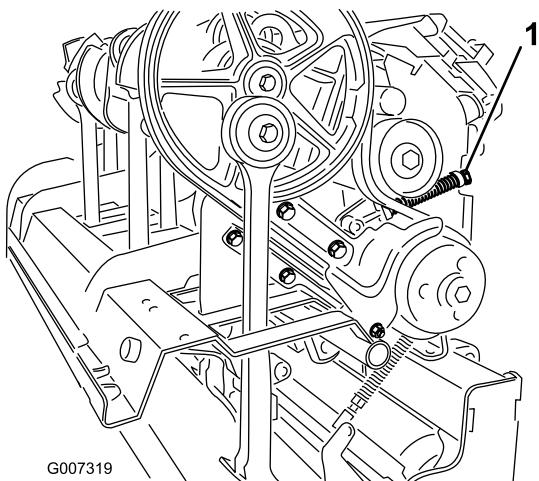

Figura 33
- Para quitar la tensión del muelle, afloje la contratuerca que asegura el retenedor del muelle (Figura 33) y gire el retenedor del muelle.